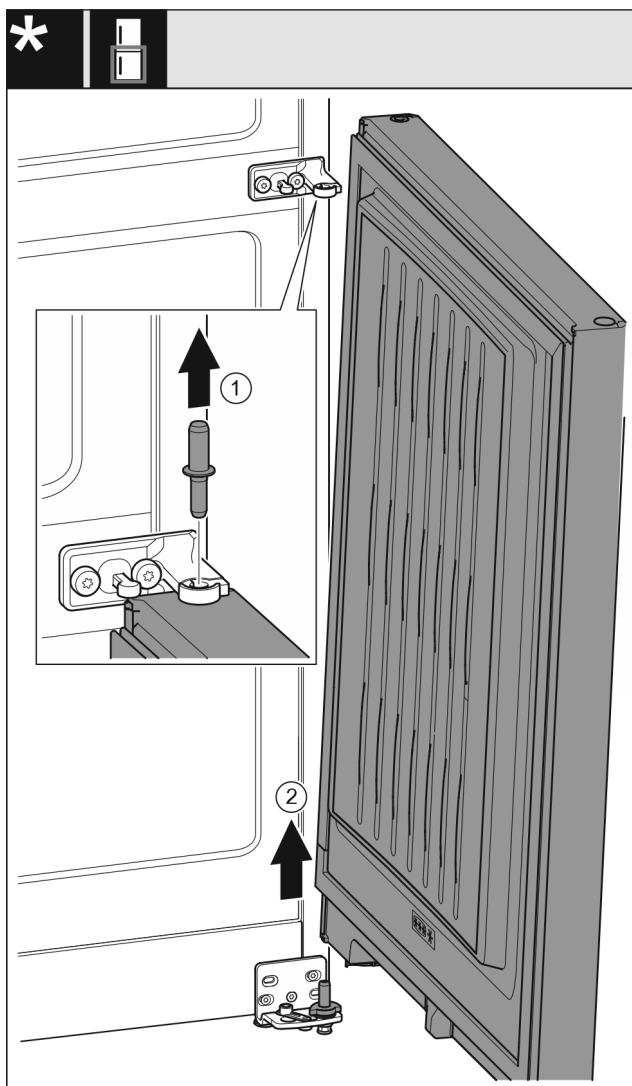

Fig. 31 Без амортизатора закрывания двери*
- Извлеките палец Fig. 31 (1) движением вверх.*
- Отведите дверь Fig. 31 (2) в сторону, потяните вверх и отставьте ее.*